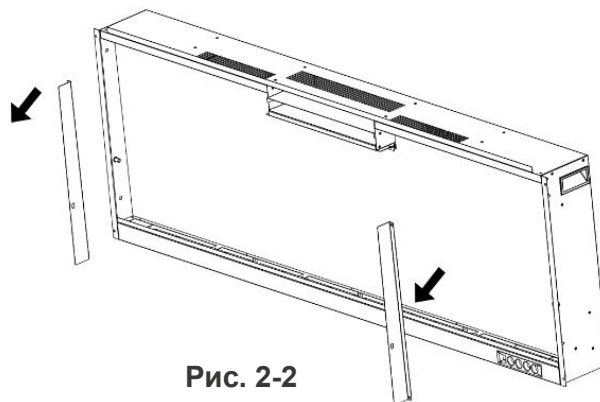

Рис. 2-2
B. Снимите два кронштейна и отложите их в сторону. (**Рис. 2-2**)